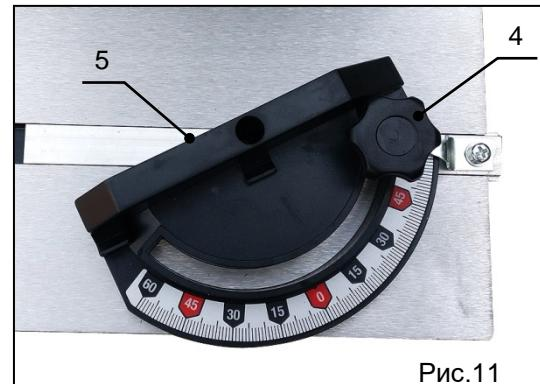

Рис.11
- Ослабьте фиксирующий винт (поз.4, рис.11)
- Установите упорную поверхность (поз.5, рис.11) на необходимый угол
- Затяните фиксирующий винт (поз.4, рис.11)
- Опустите рычаг (поз.6, рис.11) в первоначальное положение, чтобы натянуть шлифовальную ленту